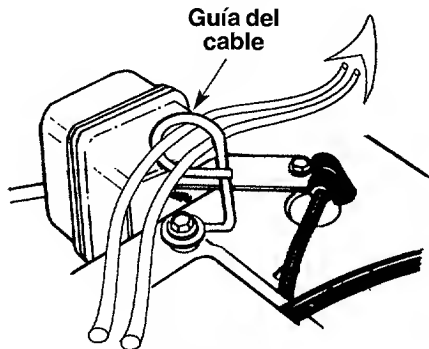

FIGURA 8
- Deslice los cables que se extienden desde el panel del mango a la canaleta dentro de la guía de cable ubicada en el tope del motor. Vea la figura 8.